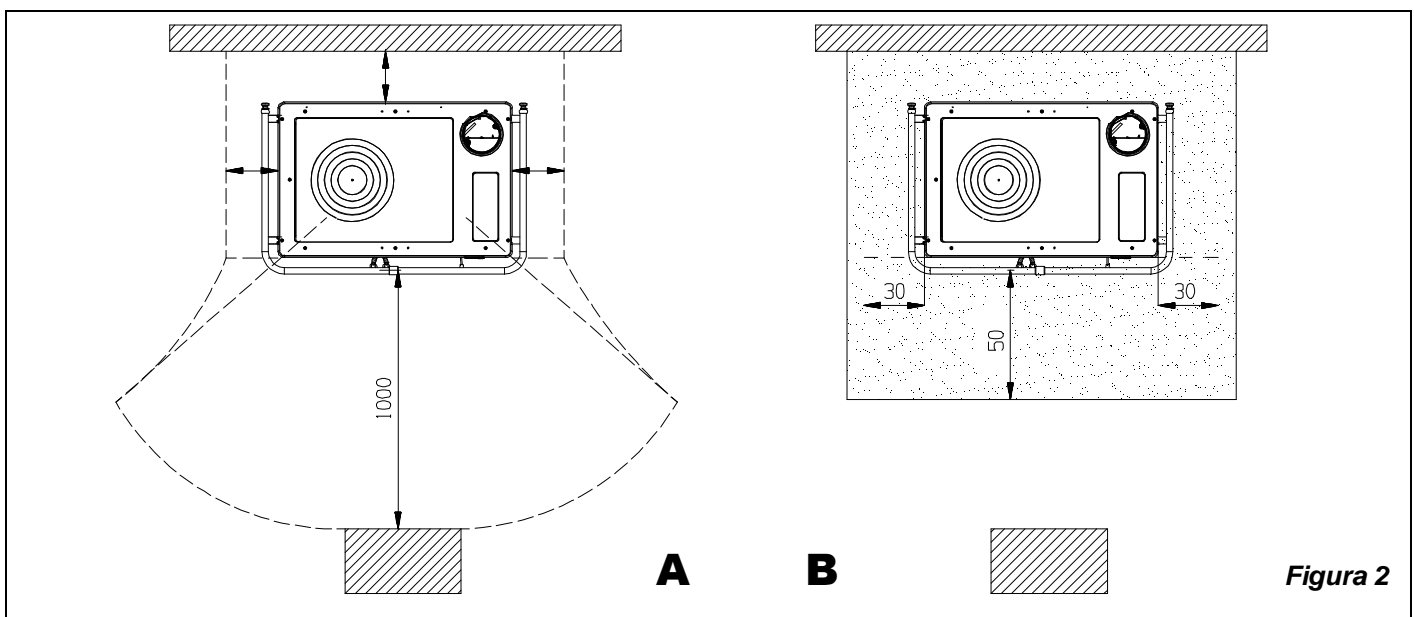

Figura 2
- a) Al fine di assicurare un sufficiente isolamento termico, rispettare la distanza minima di sicurezza dal retro e da entrambi i lati da elementi costruttivi ed oggetti infiammabili e sensibili al calore (mobili, rivestimenti di legno, stoffe ecc.) (vedi Figura 2 - A). **Tutte le distanze minime di sicurezza sono indicate sulla targhetta tecnica del prodotto e NON si deve scendere al di sotto dei valori indicati.**
- c) qualora il prodotto venga installato su un pavimento di materiale infiammabile, bisogna prevedere un sottofondo ignifugo. **I pavimenti in materiale infiammabile**, come moquette, parquet o sughero etc., **devono essere sostituiti** da uno strato di materiale non infiammabile, ad esempio ceramica, pietra, vetro o acciaio etc. (dimensioni secondo l'ordinamento regionale). **Nel caso in cui la sostituzione del pavimento non sia possibile, l'apparecchio deve essere posizionato sopra una lastra di pietra o cemento spessa almeno 12 cm.** Il sottofondo deve sporgere frontalmente di almeno **50 cm** e lateralmente di almeno **30 cm** oltre all'apertura della porta di carico (Figura 2 B).